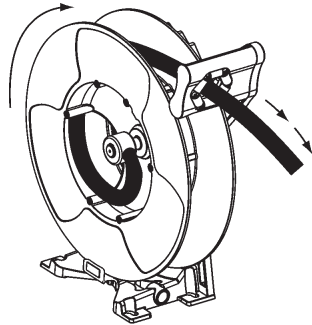

Fig. 11
1. Tirer le flexible de 3 mètres et bloquer le tambour au moyen du cliquet (fig. 11).